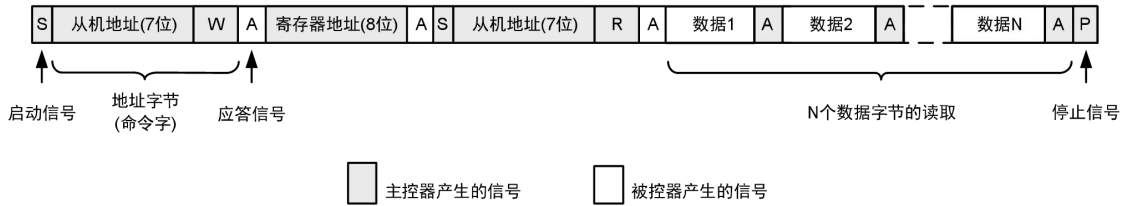

图 3.2 主机接收数据图示
- (1) 主机发送启动信号后，接着发送写命令字节（其中 W=0）；
- (2) 对应的从机收到命令字节后，返回一个应答信号；
- (3) 主机收到应答信号后向从机发送一个 8 位的寄存器地址字节；
- (4) 从机接收到地址字节后，向主机回馈应答信号；
- (5) 主机收到应答信号后向从机发送启动信号，接在发送读命令字节（其中 R=1）；
- (6) 对应的从机收到命令字节后，返回一个应答信号并向主机发送数据；
- (7) 主机收到数据后向从机反馈一个应答信号；
- (8) 从机收到应答信号后再向主机发送了下一个数据。
- (9) 当主机完成接收数据后，向从机发送一个“非应答信号（ACK=1）”，从机收到ACK=1的非应答信号后便停止发送；
- (10) 主机发送非应答信号后，再发送一个停止信号，释放总线结束通信。
- 以上所述即为主机接收数据的步骤，图 3.2 为主机接收数据的图示。